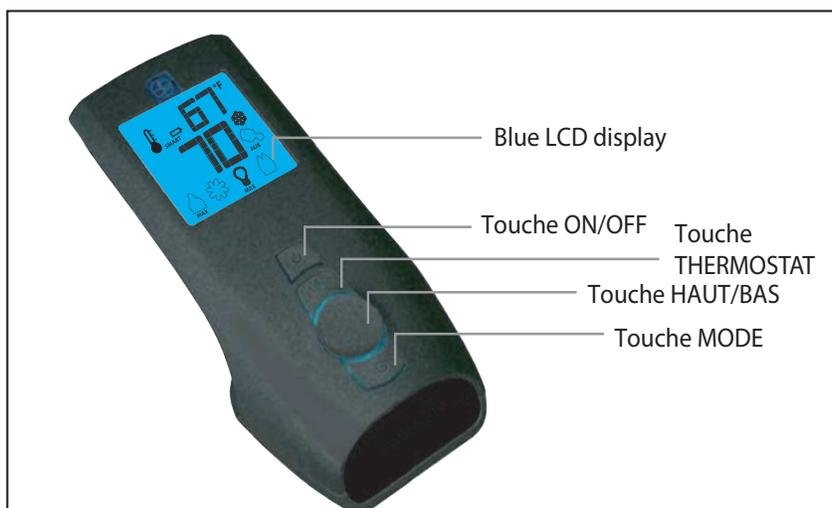
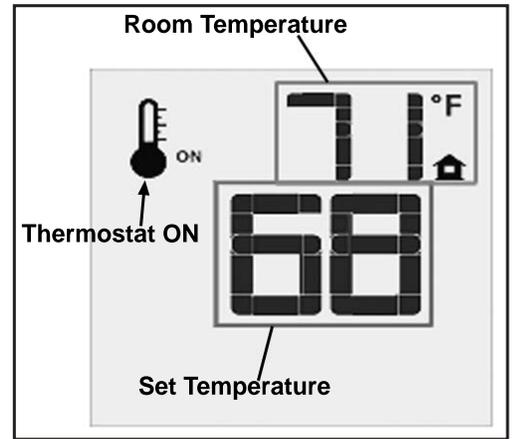
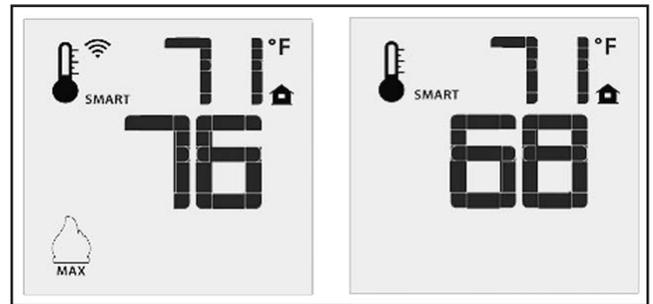

Figure 4: Émetteur Proflame 2.
Figure 9: La télécommande montre la température programmée.
Figure 10: La fonction « thermostat intelligent » (SMART Thermostat).
Pour accéder à l'obturateur d'air déposer le bouclier d'admission et de l'écran sécurité. Il y a un levier sous la boîte à feu près de la vanne de gaz comme illustré à la Figure 4. Déplacer le levier vers la droite pour fermer le mélange d'air avec le gaz et rendra la flamme apparaissent plus jaune et haut. Déplacer le levier vers la gauche va ouvrir le volet permettant plus d'air d'être mélangé avec le gaz entrant; cela rendra les flammes apparaissent plus bleu et court.
L'émetteur Proflame 2 est une télécommande munie d'un écran ACL rétro-éclairé bleu. Il a une conception rationalisée avec une disposition de boutons simplifiée et un affichage informatif ACL (Figure 4). L'émetteur est alimenté par trois (3) piles type AAA. Un bouton « mode » sert à changer entre les options et un bouton « thermostat » est utilisé pour allumer ou fermer, ou voir l'index des options pour le thermostat (Figure 4 & Figure 5).
Appuyez la touche marche-arrêt sur l'émetteur. L'écran ACL montrera la température ambiante de la salle et l'icône du thermostat (voir la Figure 9). Un seul bip de l'IFC confirme la réception de la commande et la veilleuse et le brûleur principal se fermeront (si l'appareil n'est pas réglé au mode CPI).
La télécommande peut fonctionner comme un thermostat ambiant. Le thermostat peut être réglé à la température désirée pour contrôler le confort dans la salle. Pour activer cette fonction, appuyez sur la touche « Thermostat » (voir la Figure 4). L'écran ACL de l'émetteur changera pour montrer que le thermostat ambiant est allumé et la température programmée est montrée sur l'écran (voir la Figure 9). Pour ajuster la température, appuyez sur les flèches vers le haut ou le bas pour programmer votre température désirée.
Le mode « Thermostat intelligent » ajuste la hauteur des flammes en calculant la différence entre la température programmée et la température ambiante actuelle. Si la température ambiante approche la température programmée, la fonction intelligente baissera le niveau des flammes. Pour activer cette fonction, appuyez sur la touche « thermostat » (Figure 4) jusqu'à ce que vous voyiez le mot « SMART » à la droite de l'icône de thermostat (Figure 10). Pour ajuster la température programmée, utilisez les flèches pour trouver votre température idéale.